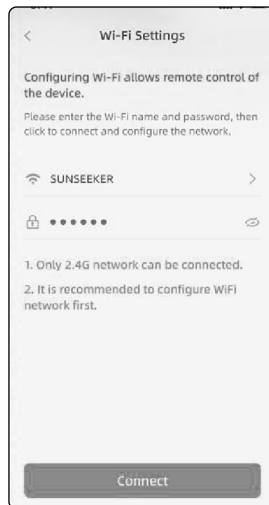

Рис. 16
- c. Введите пароль устройства по умолчанию 0000 или, если вы установили новый пароль, введите новый пароль. (Рис. 16).